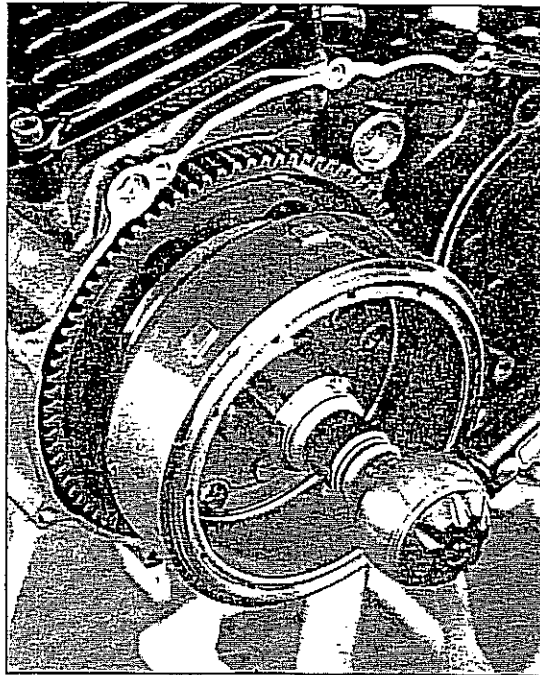

Bild 260
- Rotor blockieren (Schwungradhalter/Putzlappenblockierung auf Kupplungsseite) und Schraube anziehen (Drehmoment 120 Nm / siehe Bild 260).